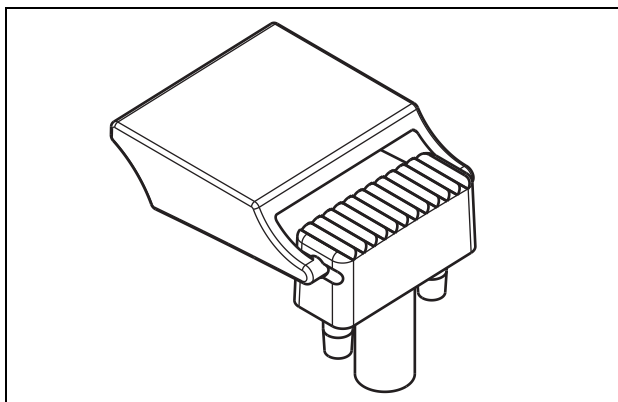

figura 25.1: Cubierta de tecla
- 1 Encaje la cubierta de la tecla en la lente de sustitución (consulte figura 25.1 para ver el resultado final).